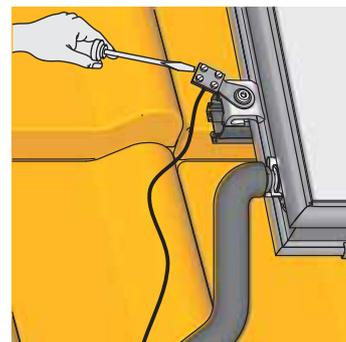

Figure 3-44 Raccordez le câble de compensation de potentiel
3. Serrez les vis de la pince de compensation de potentiel (Figure 3-44).